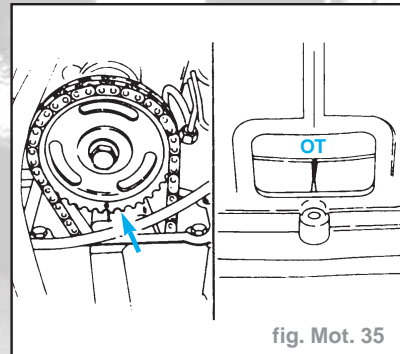

fig. Mot. 35
- placer le volant moteur sur le repère 'P', s'assurer que le repère sur le pignon d'arbre à cames se trouve en haut (1er cylindre dans la course de compression) (fig. Mot. 35).